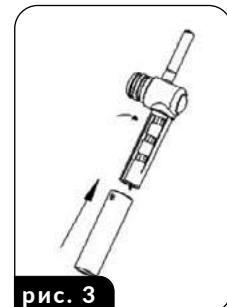

рис. 3
1. Поставте маленькі чашки на висувний лоток (6) після того, як витянете його.
- Два великі отвори в блюдці (6) і решітці (9) розташовані безпосередньо під вихідним отвором колби для кави - вони вказують, де правильно розташувати дві маленьки чашки.
- Поставте велику чашку безпосередньо на решітку піддону для крапель (9) - підставку (6) слід заштовхнути всередину приладу.
УВАГА! При приготуванні кави КАПУЧИНО або ЛАТТЕ обов'язково відрегулюйте насадку для приготування пінки (22). Ви також можете регулювати довжину насадки трубки для дозування молочної пінки, фіксуючи її в різних положеннях відповідно до різних розмірів чашок (рис. 3).